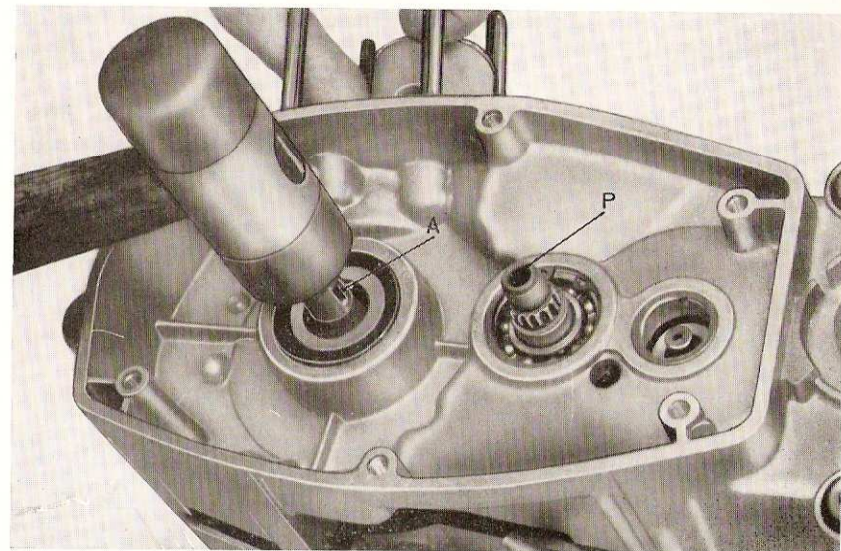

Fig. 8 - Comment séparer les deux demi-carters
13. Fig. 8 - Du demi-carter droit enlever les 9 vis qui joignent les deux moitiés et frapper alternativement avec un maillet sur l'extrémité de l'arbre moteur A et de l'arbre primaire P, jusqu'à obtenir la séparation des demi-carters.